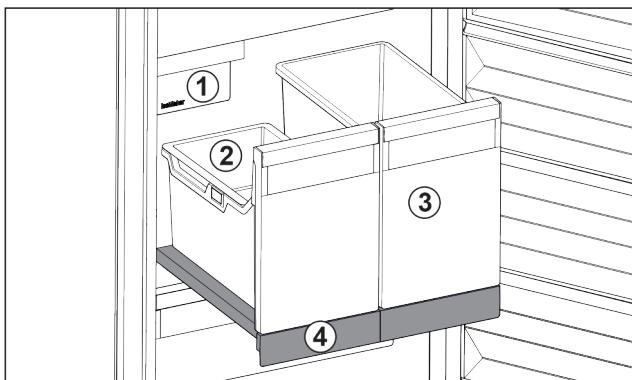

Fig. 103 Витяжна панель IceTower
- (1) IceMaker
- (2) Підвісний лоток для кубиків льоду
- (3) Резервуар наприклад для піци, алкогольних напоїв
- (4) Витяжна панель
На витяжній панелі є два високих резервуара (IceTower). В резервуарі Fig. 103 (2) кубики льоду з IceMaker збираються та зберігаються. Резервуар Fig. 103 (3) придатний для зберігання високих харчових продуктів, таких як піца та алкогольні напої.